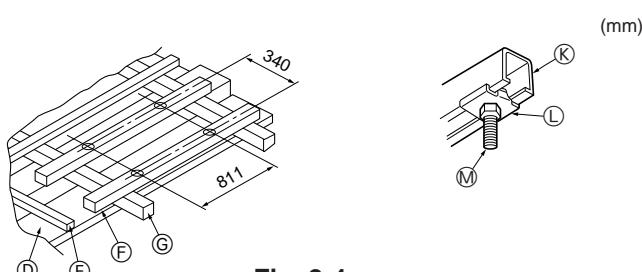

Fig. 2-4
- ① Lado externo da grelha
- ② Abertura do teto
- ③ Passo do parafuso
- ④ Caixa elétrica
① Estruturas de madeira (Fig. 2-4)